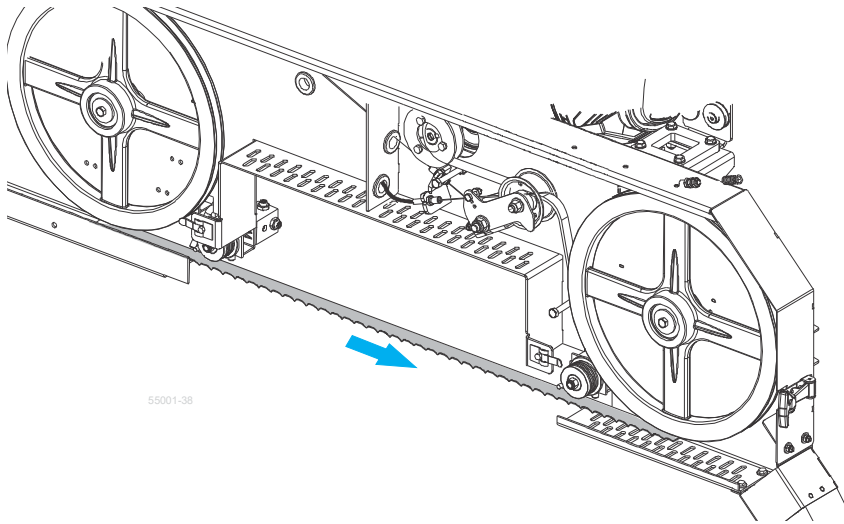

FIG. 3-33
5. Placez la nouvelle lame autour des volants de lame et à travers les guide-lames. (Voir FIG. 3-33 .).
2. Faites glisser le tuyau d'eau à travers l'œillet à côté du guide-lame de droite. (Voir FIG. 3-33 .)